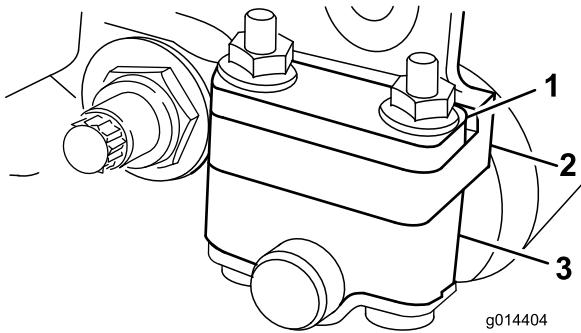
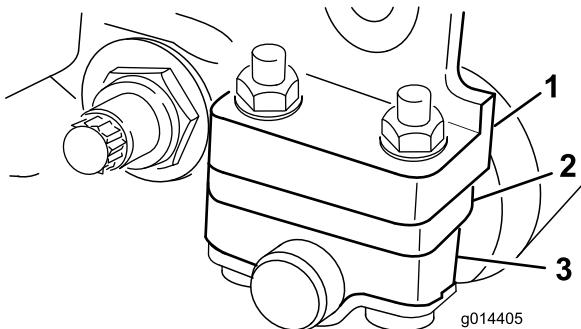

Рисунок 12
Рисунок 13
- Отрегулируйте высоту положения кронштейнов заднего валика (Рисунок 12 или Рисунок 13) в соответствии с желаемым диапазоном высоты скашивания.
Для диапазона регулирования высоты скашивания от 1,6 до 6 мм смонтируйте прокладку поверх бокового монтажного фланца ( заводская настройка) (Рисунок 12).
Для диапазона регулирования высоты скашивания от 3 до 25 мм установите прокладку снизу бокового монтажного фланца (Рисунок 13).